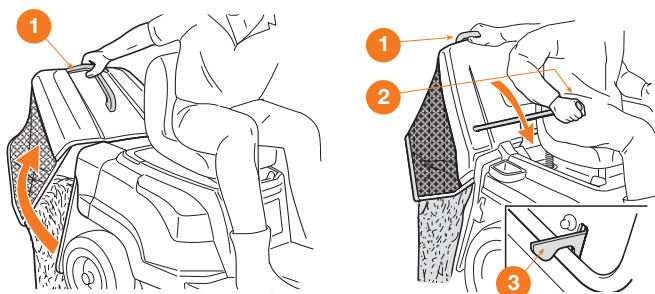

Рис. 21
- ухватитесь за заднюю ручку **1** или используйте рычаг опрокидывания травосборника **2** и откиньте контейнер для сбора травы, чтобы его опорожнить (Рис. 21);